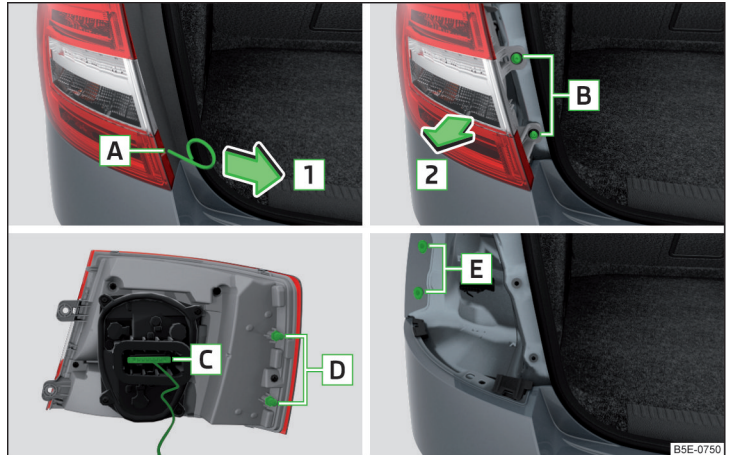

Abb. 361 Leuchte ausbauen
- In die Öffnung **A**¹⁾ » Abb. 361 den Bügel zum Abziehen der Radvollblenden einführen.
- Die Leuchte mit den Zapfen **D** in die Aufnahmen **E** in der Karosserie einsetzen » Abb. 361.